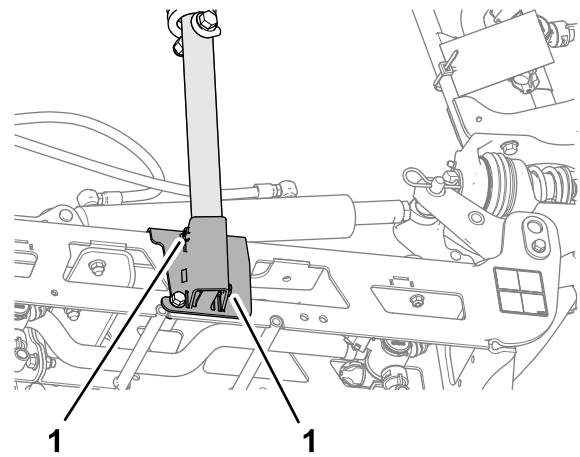

Bild 116
3. Lösen Sie die beiden Stellschrauben, mit denen das untere Gabelrohr befestigt ist (Bild 116).